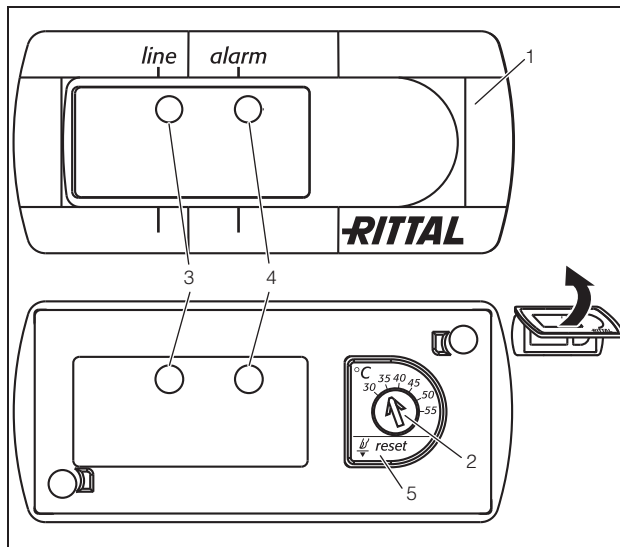

Bild 33: Basic controller
- Ställ in önskad börtemperatur med börtemperaturinställningen (bild 33, sidan 21).
- Tryck på resetknappen (bild 33, nr. 5) i minst 3 sekunder